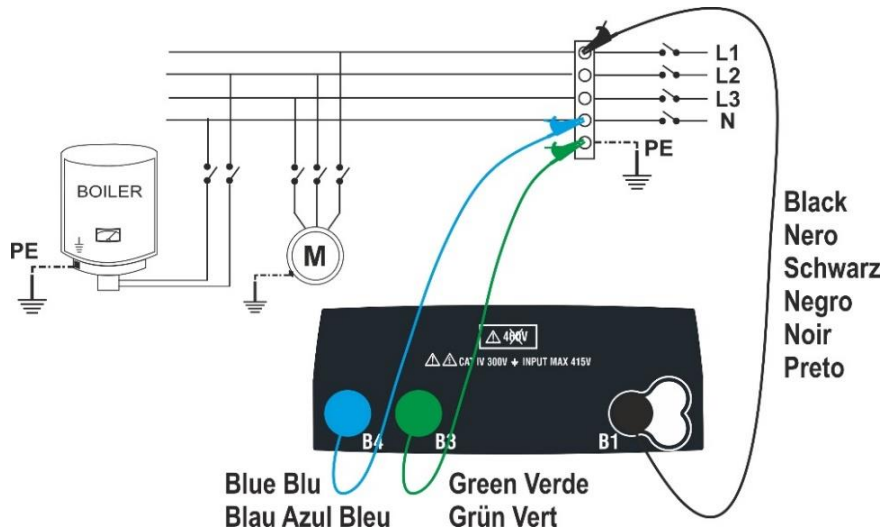
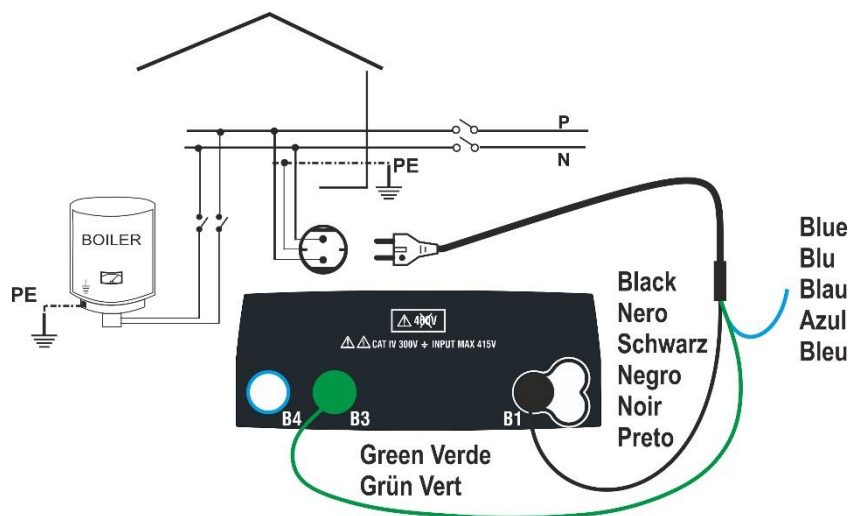
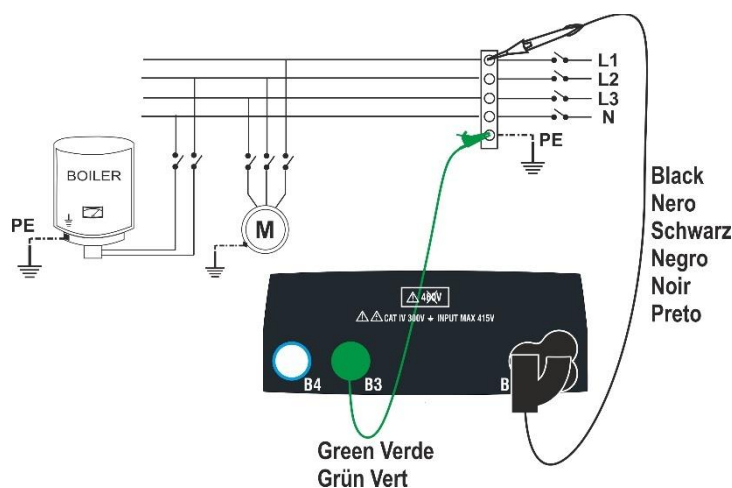

Fig. 11 Isolationstest mellan L-N-PE med testledningar (MAN- och AUTO-läge)
Fig.14: Isolationstest mellan L-PE med stickpropp (TMR-läge)
Fig.16: Isolationstest mellan L-PE med testledningar och fjärrbetjäningsprob (TMR-läge)
5. Anslut testledningarna/fjärrbetjäningsproben till de ledare som skall testas, som visas på Fig. 11, Fig. 12, Fig. 13, Fig. 14, Fig. 15, eller Fig.16.